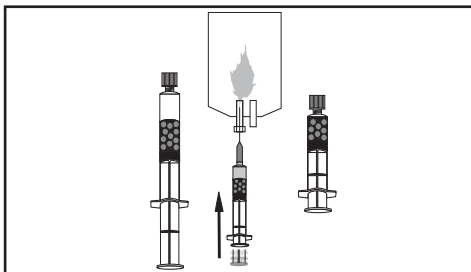

Figura 3.
- 4.2 Mantenendo la siringa in posizione verticale e facendo attenzione a non disturbare le microsfere depositate, inserire un ago con filtro sterile nella siringa. Con l'ago con filtro rivolto verso l'alto, espellere il surnatante (Figura 3). Assicurarsi che all'interno della siringa rimanga una quantità di surnatante sufficiente a coprire le microsfere.